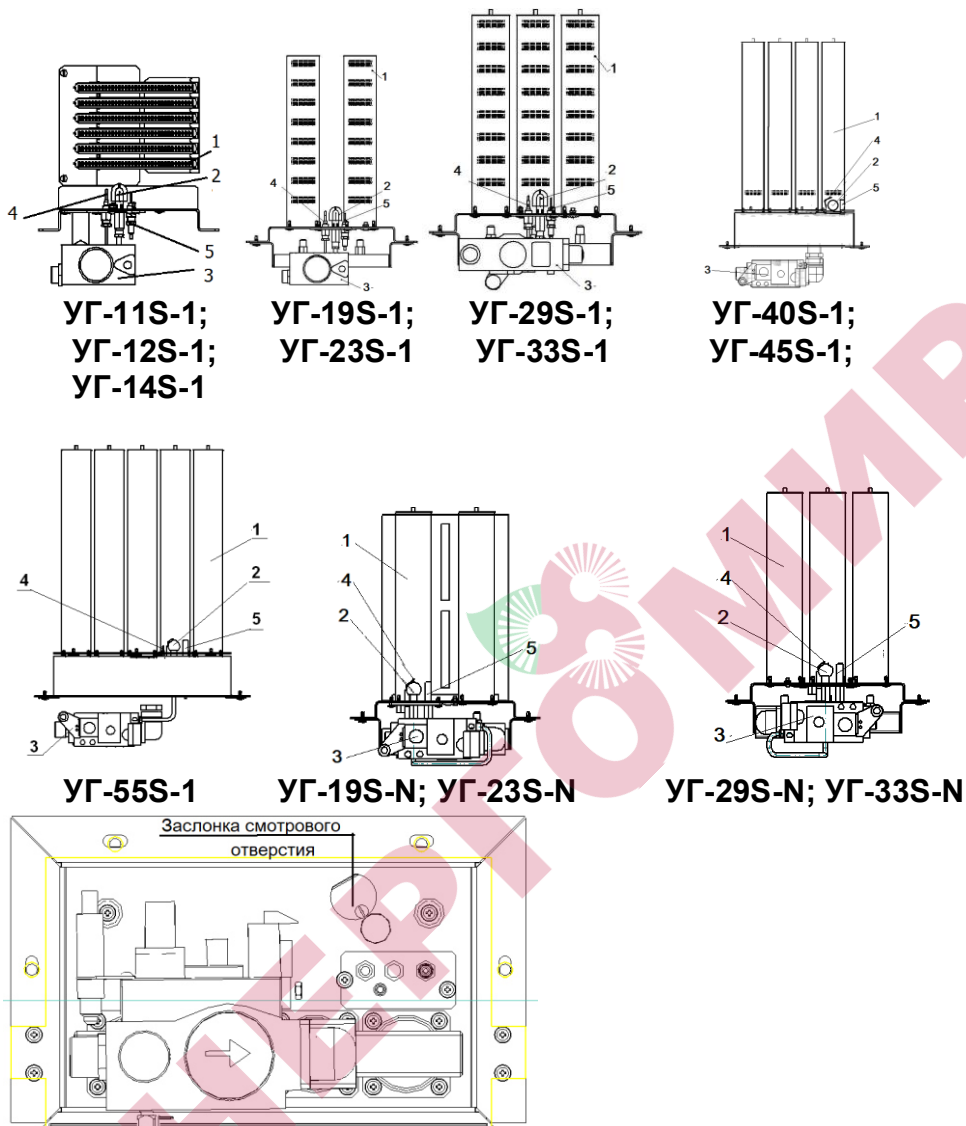

Рис.2
6.5.1 УГ -... (рис. 2) состоит из газогорелочных труб POLIDORO 1, автоматики безопасности и регулирования SIT, включающей в себя: